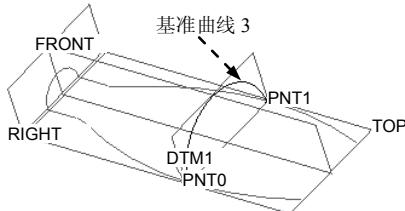
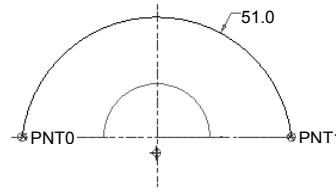

图 6.7.13 创建基准曲线 3
图 6.7.14 截面草图
Step8. 创建图 6.7.13 所示的基准曲线 3。
- (1) 单击“草绘基准曲线”按钮 .
- (2) 定义草绘截面放置属性: 设置 DTM1 基准平面为草绘面; 采用默认的草绘视图方向; TOP 基准平面为草绘平面的参照, 方向为 **顶**; 单击 **草绘** 按钮。
(3) 进入草绘环境后，接受默认草绘参照，然后绘制图 6.7.14 所示的截面草图，完成后单击 按钮（注意：圆弧的两个端点分别与基准点 PNT0 和基准点 PNT1 对齐）。